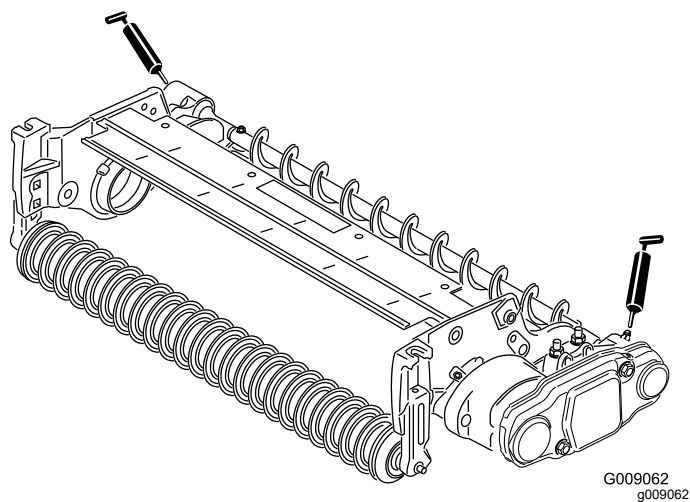

図 19
26. 左右のローラブラシ・ベアリングハウジングのグリス注入部、および、カッティングユニットのその他のグリス注入部に、No.2汎用リチウム系グリスを注入する 図 19。はみ出したグリス、特にエクスクルーダシールの周囲のグリスはよくふき取る。